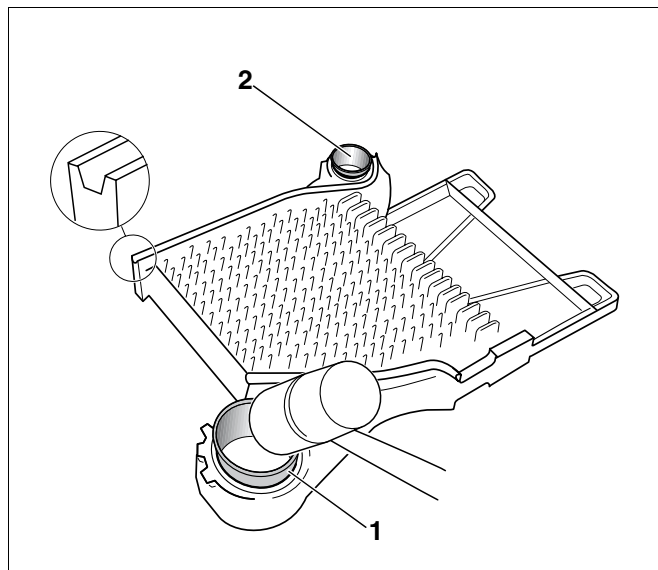

Рис. 8 Установка nippleя
- Вставить nipple (рис. 8, **поз. 1** и **2**) в ступицы конечной секции и забить их молотком сильными ударами крест-накрест.
- После забивания верхний (рис. 8, **поз. 1**) и нижний (рис. 8, **поз. 2**) nipple должны выступать из ступицы примерно на 30 мм.
- При образовании заусенцев на nippleях (рис. 8, **поз. 1** и **2**) удалить их напильником.